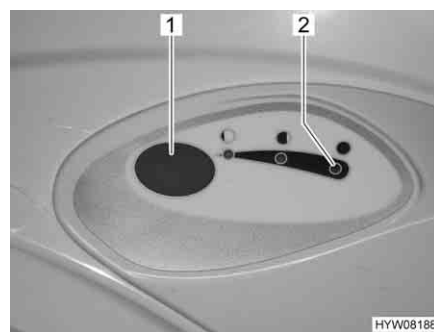

Fig. 153 Pulsante dello sciacquone/spia di controllo toilette Thetford
- Per sciacquare premere il pulsante blu (Fig. 153,1).
La spia di controllo (Fig. 153,2) si accende quando il serbatoio fecale deve essere svuotato.